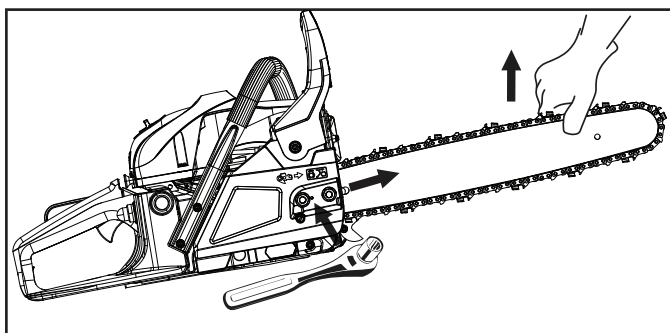

Figure 31
6. Tout en maintenant l'extrémité du guide, tendez la chaîne de scie en tournant la vis de tension dans le sens horaire (à droite) jusqu'à ce que les attaches touchent juste le côté inférieur du rail du guide-chaîne (Fig. 31).